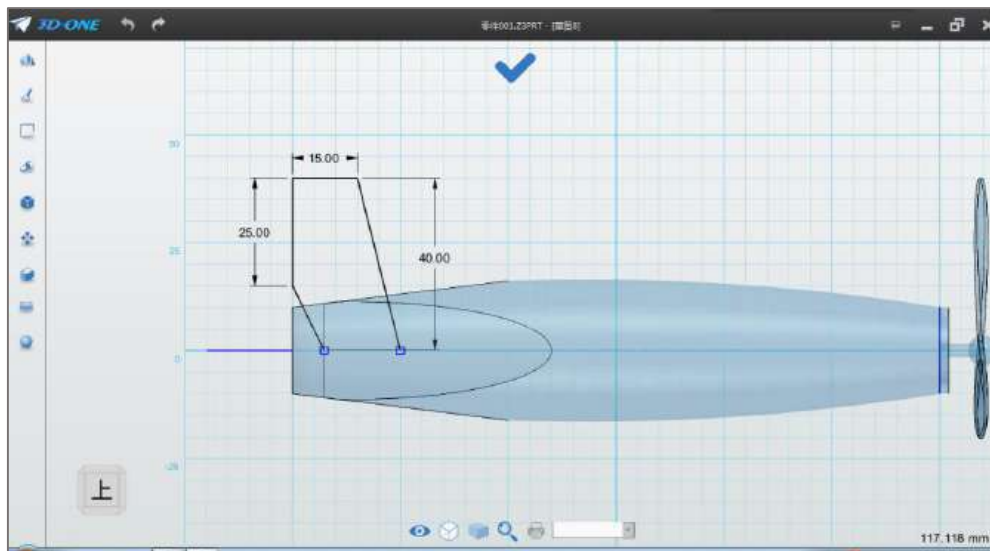

图 3-1
Step 1 点击直线命令，绘制平面选择网格平面，参照下图尺寸，绘制草图，草图顶点均位于网格交点上，如下图 3-1 所示：